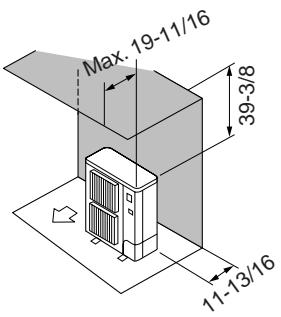

Fig. 2-3
② Obstacles uniquement à l'arrière et au-dessus (Fig. 2-3)